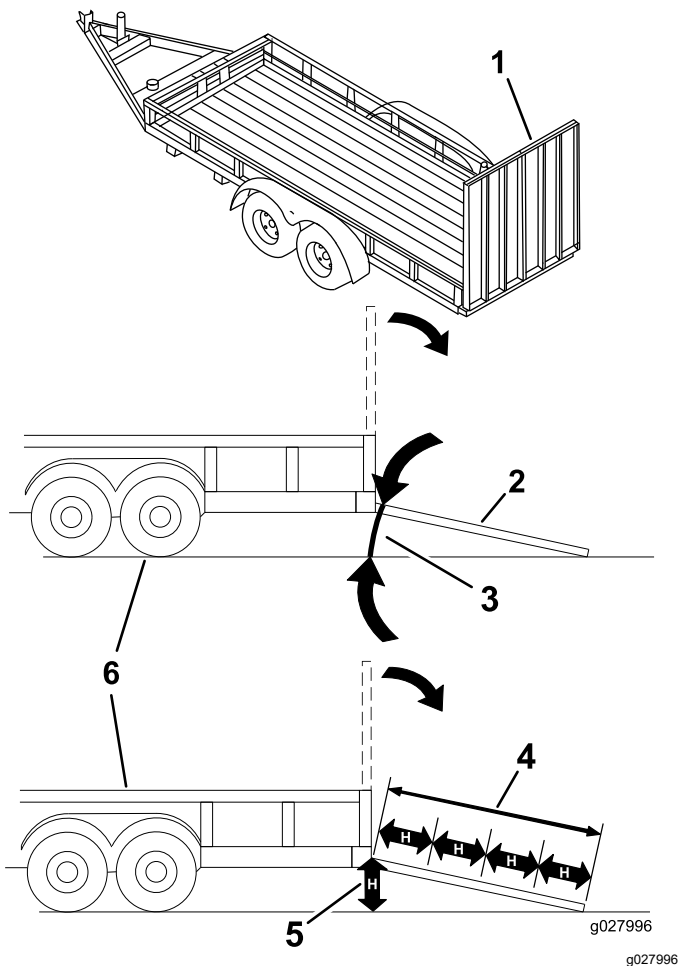

Figure 14
Le chargement de la machine sur une remorque ou un camion augmente le risque de basculement, et donc de blessures graves ou mortelles (Figure 14).
1. Abaissez la rampe pour que l'angle avec le sol ne dépasse pas 12 degrés (Figure 14).